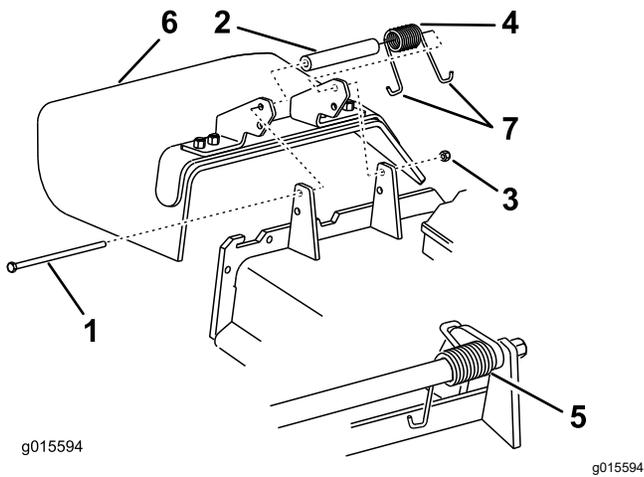

Figura 120
1. Retire la contratuerca, el perno, el muelle y el espaciador que sujetan el deflector a los soportes de pivote (Figura 120).
2. Retire el deflector de hierba dañado o desgastado (Figura 120).
- Nota:** Asegúrese de colocar un extremo con gancho en **J** del muelle detrás del reborde de la carcasa antes de instalar el perno, según se muestra en Figura 120.
- Coloque 1 extremo en **J** del muelle alrededor del deflector de hierba (Figura 120).